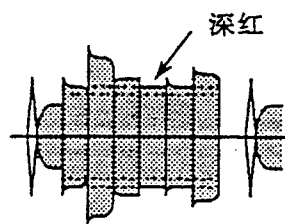

图2-13
4. 调节FL5306(1.1MHz贝尔滤波器)，使示波器上缘红的双重部分重合，达至图2-13的所示要求。